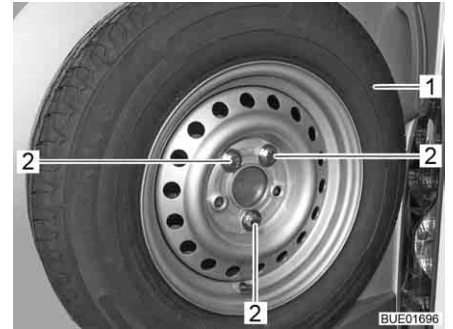

Bild 233 Befestigung Ersatzrad
- Drei Halteschrauben (Bild 233,2) herausdrehen.
- Ersatzrad (Bild 233,1) abnehmen.